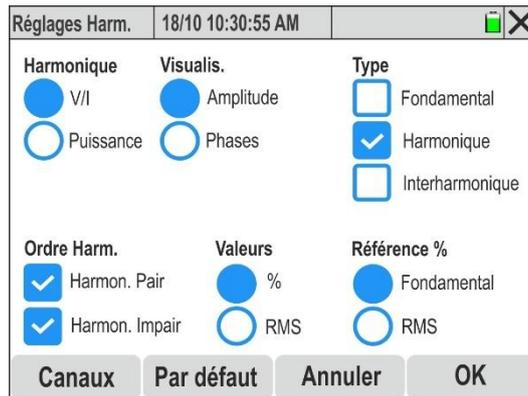

Fig. 53: Sélection du réglage de l'affichage des graphiques harmoniques
3. Appuyer sur la touche « **Par défaut** » pour réinitialiser les sélections par défaut présentes à la Fig. 53